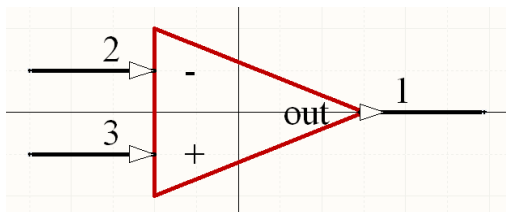

图 5.18 比较器元件原理图
(9) 选择主菜单中的“Place”->“Pins”命令，或者单击工具栏中的绘图工具按钮，在弹出的工具栏中选择添加引脚工具按钮，然后单击键盘上的“Tab”键，打开“Pin Properties”对话框。
(10) 在“Pin Properties”对话框中的“Display Name”编辑框中输入“out”，设置引脚的名称为 out，在“Designator”编辑框中输入“1”，设置引脚编号为 1，在“Electrical Type”下拉列表中选择“Output”，在“Description”编辑框中输入“比较器输出”单击“OK”按钮，关闭“Pin Properties”对话框。
(14) 在工作区中坐标为(30, 0)的位置单击鼠标左键，布置第 1 号引脚。
(15) 接着分别布置引脚编号为“2”和“3”的引脚，其中引脚“2”的引脚名称为“-”，引脚类型为“Input”，引脚描述为“比较器输入-”的引脚，引脚“3”的引脚名称为“+”，引脚类行为“Input”，引脚描述为“比较器输入+”，三个引脚布置完成后，元件原理图如图 5.18 所示。